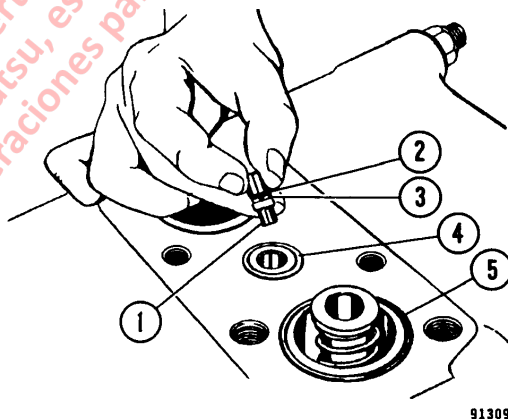
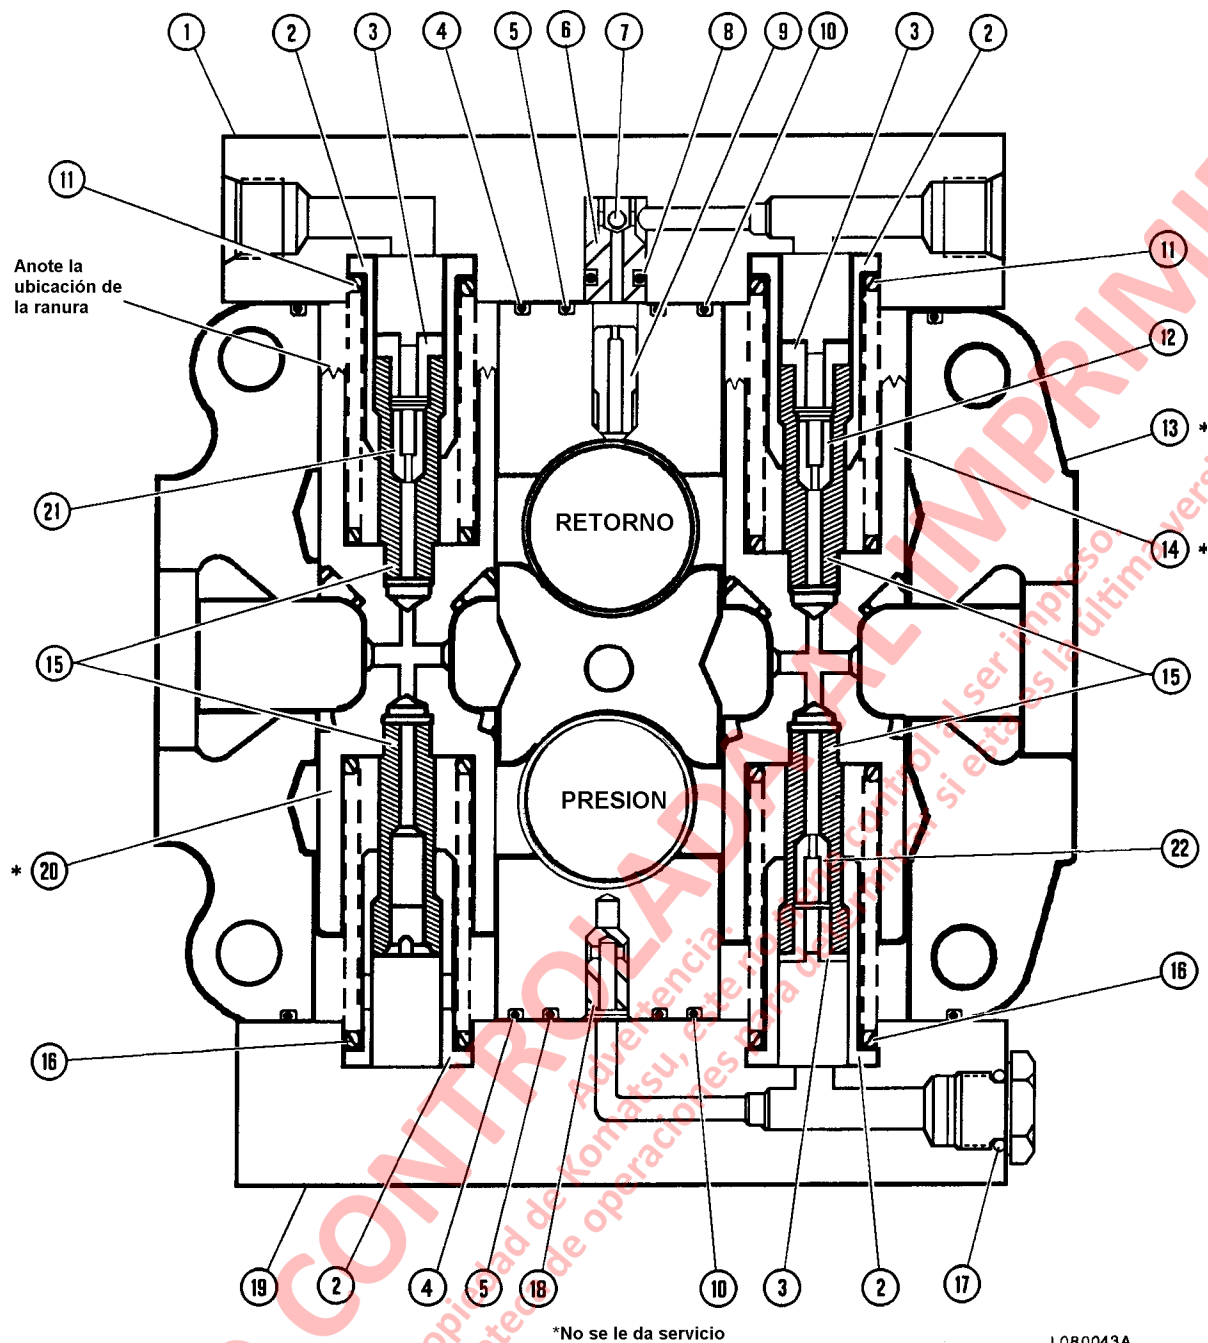
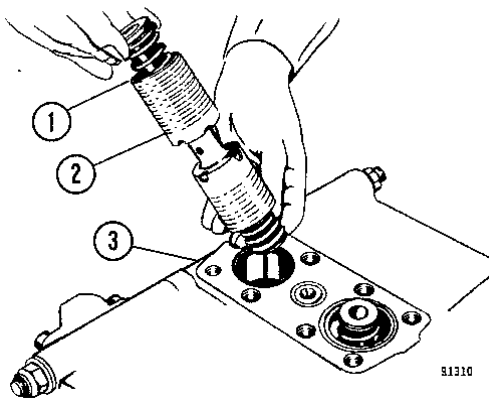

FIGURA 8-8. DESMONTAJE DEL CABEZAL MÓVIL DE RESTRICCIÓN
FIGURA 8-9. CONJUNTO DE LA SECCIÓN CARRETE DE LAS LUMBRERAS DE TRABAJO
FIGURA 8-11. MONTAJE DEL CARRETE
2. Saque los pernos y suba la cubierta de la sección del carrete (1, Figura 8-9) de la caja.
4. Saque y bote los anillos de gomas (4 y 5, Figura 8-8).
5. Saque el cabezal móvil de restricción (1). Saque y bote el anillo de goma (2) y el anillo de respaldo (3), si se usa. Fíjese en la posición del restrictor al desmontar para asegurar un reensamblado correcto.
6. Saque el conjunto del carrete (20, Figura 8-9). Fíjese en el color del resorte inferior (azul) para asegurar una ubicación correcta durante el reensamblado. También fíjese en la ranura en "V" en el extremo superior del carrete.
NOTA: Ponga especial atención a los cabezales móviles (12, 21 y 22, Figura 8-9) durante el desmontaje para asegurar una correcta ubicación durante el reensamblado. Los cabezales móviles se pueden identificar con un punto de color (Rojo, Verde o Blanco). Si los cabezales móviles no están codificados con color, utilice el cuadro de la Figura 8-10 y la broca especificada para medir el diámetro del orificio para su identificación.
1. Lubrique los anillos de goma (4, 5 y 10, Figura 8-9) con aceite hidráulico limpio. Monte los anillos de goma en la caja del carrete. Instale el cabezal móvil (18). Instale la cubierta (19) y asegure en su lugar con pernos. Apriételos con un torque de **60 ft. lbs. (81 N.m)**.
2. Instale el resorte (11, Figura 8-9) en el carrete (20). Monte el asiento del resorte (2). Aplique Loctite en las roscas del extremo del carrete (15). Monte el extremo del carrete y apriete con un torque de **25 ft. lbs. (34 N.m)**. Monte el cabezal móvil verde (21). Aplique Dri-Loc#204 a las roscas del tapón (3) instale el tapón y apriete con torque de **15 ft. lbs. (20 Nm)**.
3. Repita el paso 2 para el extremo opuesto del carrete (20) para montar el resorte, el asiento del resorte y el extremo del carrete. Asegúrese que el resorte (16) sea de color azul. (En el extremo inferior no hay montado cabezal móvil ni tapón).
4. Lubrique el conjunto del carrete y cuidadosamente instale en la caja del carrete como se muestra en la Figura 8-11. Asegúrese que la ranura en "V" (1) en el conjunto del carrete (2) esté colocada hacia arriba.
5. Instale el resorte (11, Figura 8-9) en el extremo superior (ranurado) del carrete que queda (14). Monte el asiento del resorte (2). Aplique Loctite a las roscas del extremo del carrete (15). Monte el extremo del carrete y apriete con un torque de **25 ft. lbs. (34 N.m)**. Monte el cabezal móvil rojo (12). Aplique Dri-Loc #204 a las roscas del tapón (3). Instale el tapón y apriete con torque de **15 ft. lbs.. (20 Nm)**.
6. Repita el paso 5 para el extremo inferior del fondo del carrete (14). Instale el resorte (16) que es de color azul, el asiento de resorte (2) el y extremo de carrete (15). Aplique Loctite a las roscas del extremo del carrete. Monte el extremo del carrete (15) y apriete con un torque de **25 ft. lbs. (34 N.m)**. Monte el cabezal móvil blanco (22). Aplique Dri-Loc #204 a las roscas del tapón (3) Instale el tapón y apriete con torque de **15 ft. lbs. (20 Nm)**.
7. Lubrique el carrete ensamblado y monte en la caja del carrete como se muestra en la Figura 8-11. Asegúrese que la ranura en "V" esté en posición **hacia arriba**.
NOTA: Los carretes (14, Figura 8-9) y (20) son físicamente intercambiables. Asegúrese que el carrete (14) sea montado hacia la lumbrera base de la caja del carrete.
8. Si se usaron, monte el anillo de goma (2, Figura 8-8) y el anillo de respaldo (3) en el cabezal móvil de restricción (1). Monte el cabezal móvil en la caja del carrete como se muestra en la Figura 8-9.
10. Monte el anillo de goma nuevo (y el anillo de respaldo, si se usó) en el cabezal móvil (6, Figura 8-9). Asegúrese que la bola de acero pequeña (7) esté instalada en el cabezal móvil. Móntelo en la cubierta (1).
11. Con anillos de goma nuevos (4, 5 y 10), instalados, coloque la cubierta (1) sobre la caja. Asegure la cubierta en su lugar con pernos. Apriete los pernos con torque de **60 ft. lbs. (81 N.m)**.